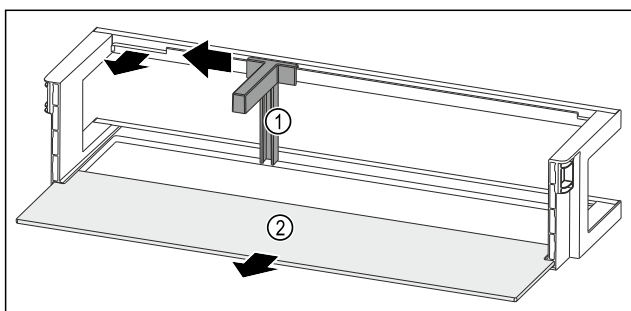

Fig. 196 Dveřní přihrádka s držákem lahví a odkládací plochou
- Držák lahví Fig. 196 (1) posuňte na stranu až k vybrání.
- Držák lahví Fig. 196 (1) odeberte.
- Odkládací plochu Fig. 196 (2) odeberte.